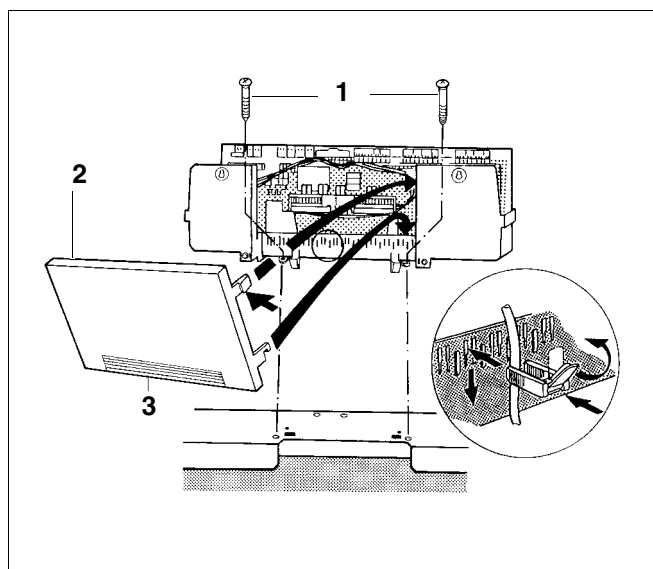

Fig. 17 Montajul aparatului de reglare
- Înșurubați soclul aparatului de reglare în spate, în stânga și în dreapta, cu 2 șuruburi de tablă, de carcasa din față a cazanului (fig. 17, **poz. 1**).
- Asigurați toate cablurile cu coliere: Introduceți bridele de cablu de sus în fantele cadrului pentru bride, iar maneta elementului de fixare trebuie să rămână îndreptată în sus. Împingeți brida de cablu și apăsați maneta în sus (fig. 17).
- Introduceți cele 2 cârlige de jos în stânga și în dreapta peretelui din spate, pe șina muchiei superioare a cadrului de bride (fig. 17, **poz. 2**).
- Împingeți cele 2 cârlige elastice de sus, încet spre interior (săgeată) și așezați peretele din spate, astfel încât prin cele 2 cârlige să se fixeze (fig. 17, **poz. 2**).
În caz de nevoie (fig. 17, **poz. 3**) spargeți porțiunea din spate